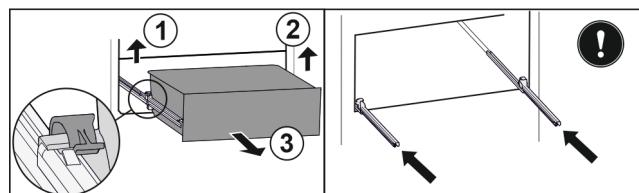

Fig. 153
- Підняти лівий затискач і одночасно висувний ящик ліворуч потягнути вперед. Fig. 153 (1)
- Підняти правий затискач і одночасно висувний ящик праворуч потягнути вперед. Fig. 153 (2)
- Вийняти висувний ящик рухом вперед. Fig. 153 (3)